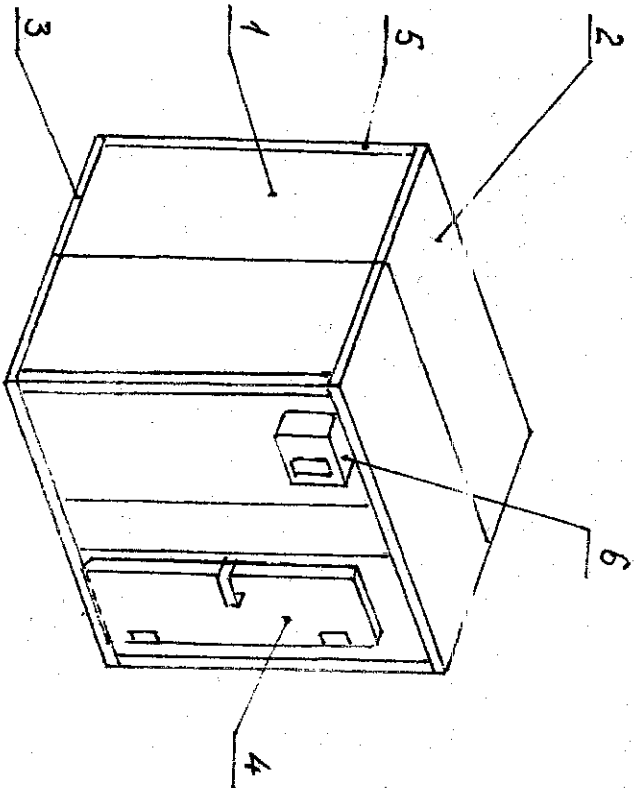

Рис. 1. Общий вид камеры
Холодильная камера (рис.1) состоит из комплекта панелей: боковых (1), потолочных (2), напольных (3), двери (4), угловых элементов - стоек (5).